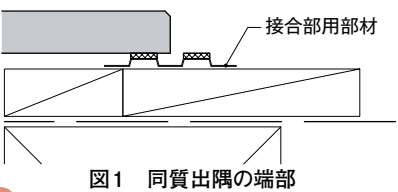

図1 同質出隅の端部
- ▶ 接合部用部材を、同質出隅の小口が中心になるように配置する。(図1参照)